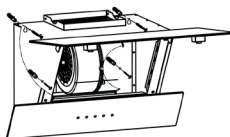

Рис. 3
2. Прикрепите вытяжку задней поверхностью к стене при помощи саморезов с дюбелями з монтажного комплекта (Рис. 3).